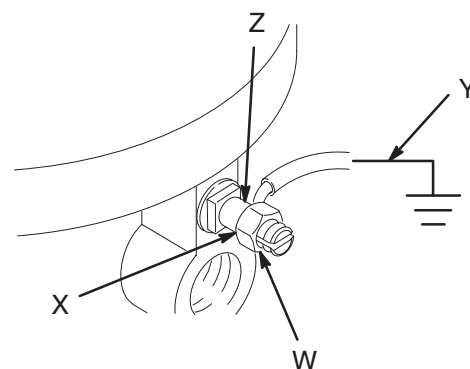

Fig. 2
1. *Pompe:* desserrer l'écrou de blocage (W) et la rondelle de la cosse de mise à la terre (X). Introduire l'extrémité d'un fil (Y) de terre de 1,5 mm² minimum dans la fente de la cosse (Z) et serrer à fond l'écrou de blocage. Voir la Fig. 2. Relier l'autre extrémité du fil à une véritable terre. Pour commander un fil et une pince de terre, indiquer la référence 222011.